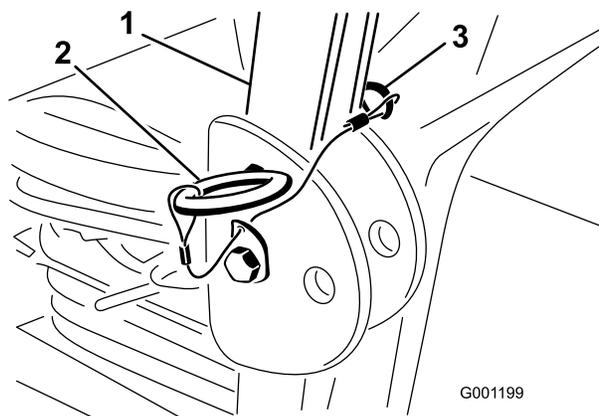

Figura 30
1. Per abbassare il roll bar rimuovete le coppiglie e le due spine (Figura 30).
3. Montate le due spine e fissatele con le spine delle coppiglie (Figura 30).
4. Per alzare il roll bar togliete le spine delle coppiglie e le due spine (Figura 30).
5. Alzate completamente il roll bar e montate le due spine, quindi fissatele con le coppiglie (Figura 30).